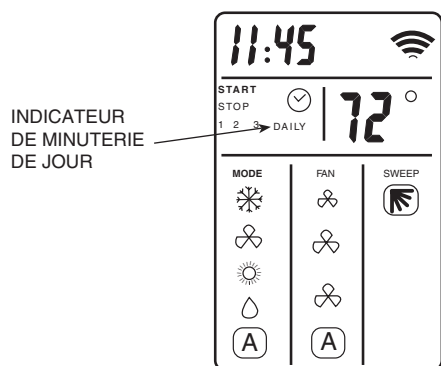

Figure 9 — Indicateur de minuterie de jour sur l'écran de la télécommande
3. Appuyer sur le bouton SET (réglage) et le maintenir enfoncé jusqu'à ce que le mot « DAILY » (journalièrement) apparaisse sur l'écran. Voir Figure 9.